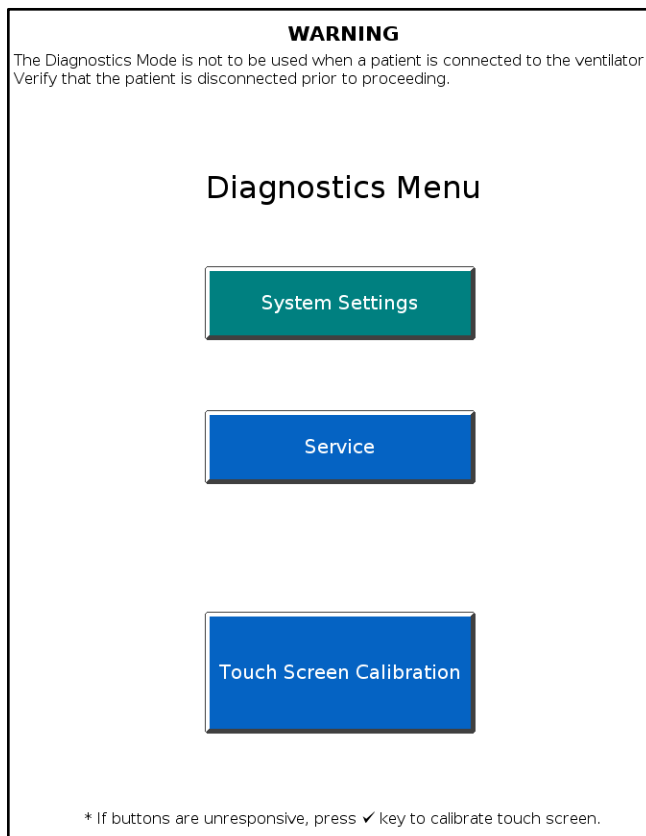

Figura 5: Menu de diagnósticos
2. Em menos de cinco segundos, solte e pressione novamente o botão Accept (Aceitar). O menu de Diagnósticos (Figura 5) é exibido.